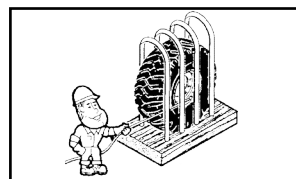

Figura 22
- Enchimento de um pneu deve ser sempre efetuado com um dispositivo de contenção (gaiola de enchimento) (Figura 22).